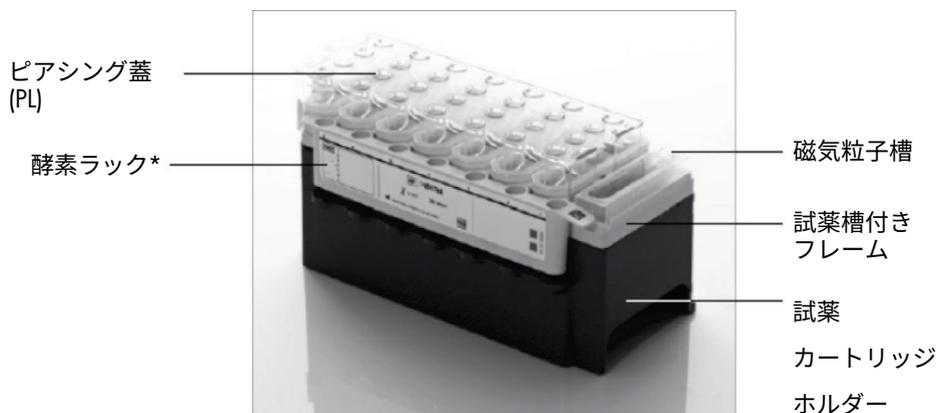

図 2. QIAAsymphony 試薬カートリッジ (RC)。試薬カートリッジ (RC) には、プロトコールランに必要なすべての試薬が含まれています。*QIAAsymphony DSP HPV Media Kit は酵素ラックが不要のため、備えていません。
サンプル調製用の試薬は、試薬カートリッジ (RC) に含まれています (図 2、下)。試薬カートリッジ (RC) の槽には、磁気粒子またはサンプル抽出バッファーなど特定の試薬が含まれています。部分的に使用した試薬カートリッジ (RC) は、後の使用に備えてリユースシールストリップで再封入できるため、精製作業終了後に試薬が残ってしまったことによる廃棄物の発生を避けることができます。